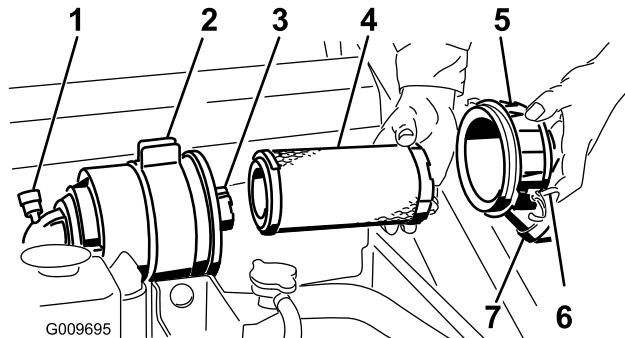

Figure 33
**Important:** Faites l'entretien du filtre à air uniquement quand l'indicateur de colmatage est rouge (Figure 33). Changer le filtre à air prématûrement ne fait qu'accroître le risque de contamination du moteur par des impuretés quand le filtre est déposé.
4. Ouvrez les verrous du filtre à air et séparez le couvercle du corps du filtre (Figure 33).
- Sortez l'élément principal du corps du filtre avec précaution (Figure 33). Évitez de cogner l'élément à l'intérieur du corps.
- Si vous remplacez l'élément filtrant de sécurité, insérez-le avec précaution dans le corps du filtre (Figure 33).
- Placez ensuite l'élément principal sur l'élément de sécurité avec le même soin (Figure 33). Assurez-vous qu'il est bien engagé en appuyant sur le rebord extérieur.
- Reposez le couvercle du filtre à air, le côté portant l'inscription « UP » en haut, et fermez les dispositifs de verrouillage (Figure 33).